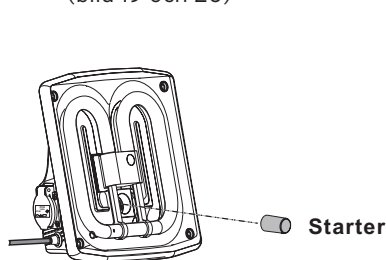

bild 19
5.2.3 Installera den nya startern: tryck på startern i startmodus och vrid den medsols. (bild 19 och 20)